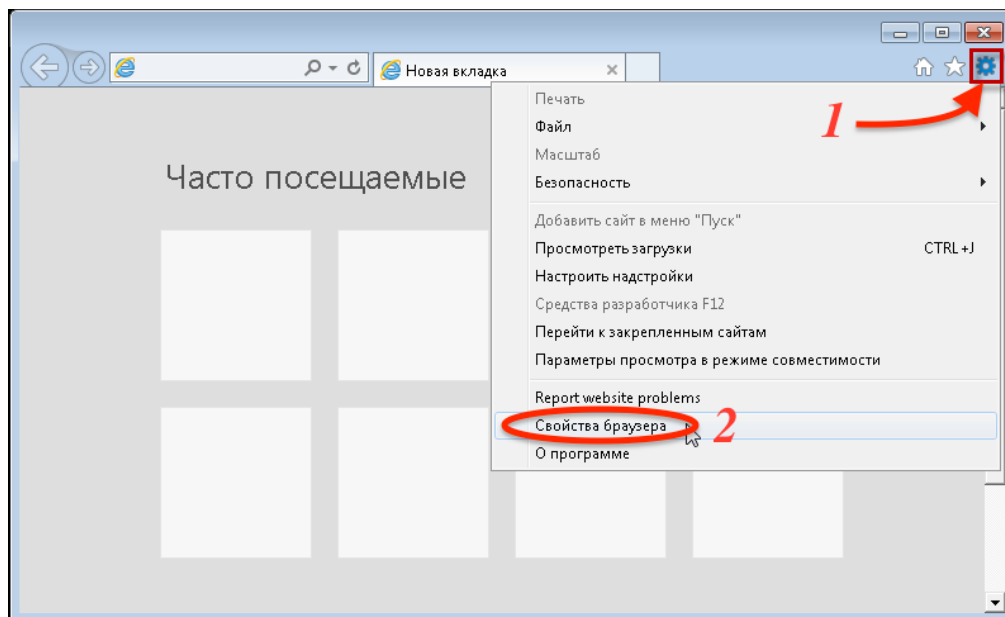

Рис. 4-1 – Пункты меню «Сервис»
- 1) Запустить интернет-браузер и в главном окне выбрать пункт «Сервис» → «Свойства браузера» (рис. 4-1).
7) Затем в главном окне выбрать пункт «Сервис» → «Параметры просмотра в режиме совместимости»¹⁾ (рис. 4-1).